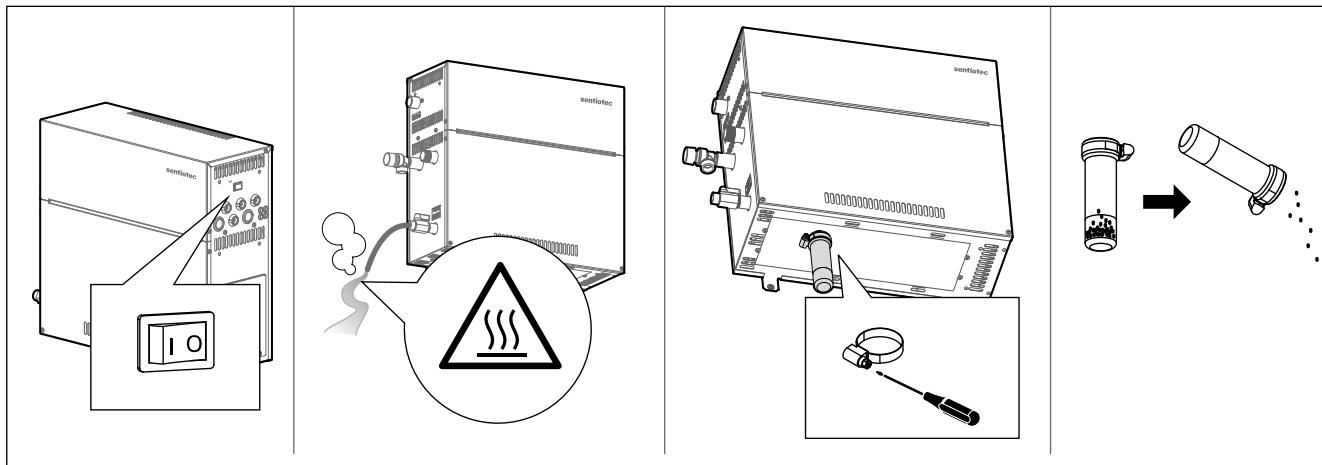

Рис. 3 Опорожнение отстойника
3. Выключите его с помощью сетевого выключателя (см. рис. 3).